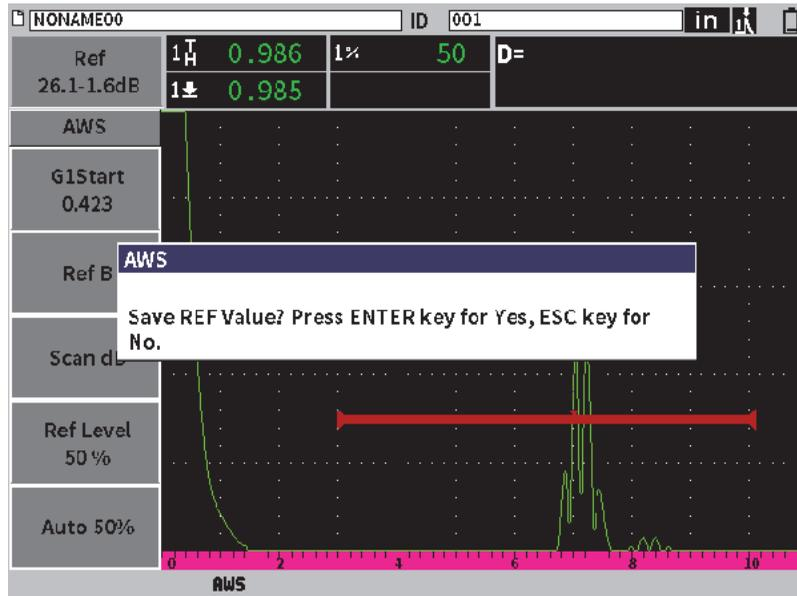

図 11-26 AWS 基準 B 値ダイアログボックス
9. タブキーを押して**基準 B** をハイライトし、Enter キーを押して**基準 B** の値を設定して AWS 探傷を開始します（207 ページの図 11-26 参照）。